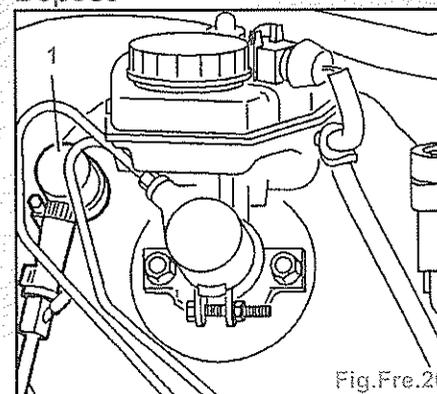

Fig.Fre.20
- Désaccoupler le tube (1) de dépression de l'amplificateur (Fig.Fre.20).